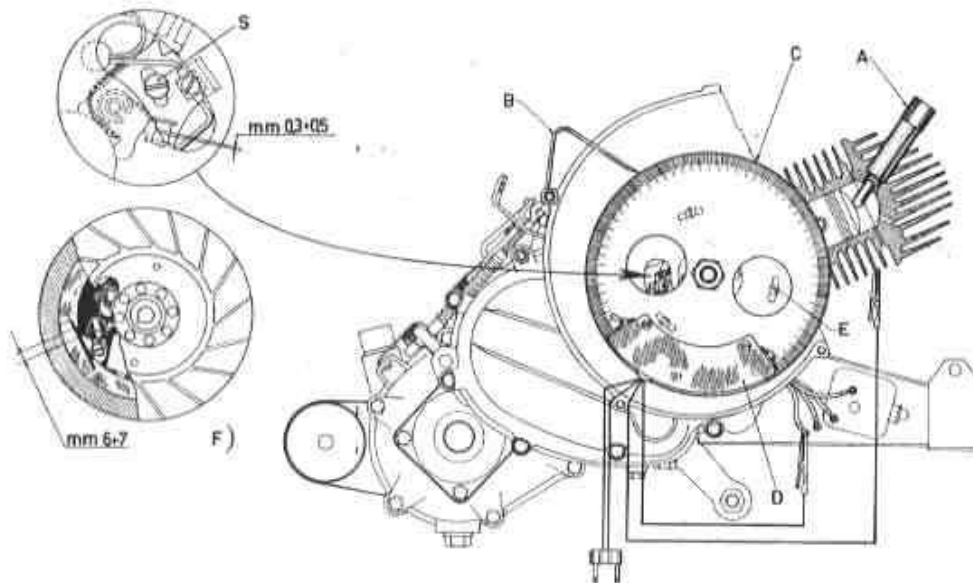

Fig. 66
- Ruotare il supporto bobine in modo da far assumere alla bobina per A.T. la posizione indicata nel dettaglio della fig. 66.
- Allentare le viti « E » (fig. 66) di fissaggio motore al carter.
- 5) - Agire attraverso le asole del rotore e spostare il supporto bobine in modo che l'estremità della bobina per A. T. disti dall'espansione polare, illustrata, fig. 66, della misura indicata.
- N. B. - Per il controllo della fasatura può essere anche usato l'apparecchio T. 0023278, analogo a quello dis. T. 0027533 illustrato in fig. 66 ma funzionante in c. c. alla tensione di 4 V.